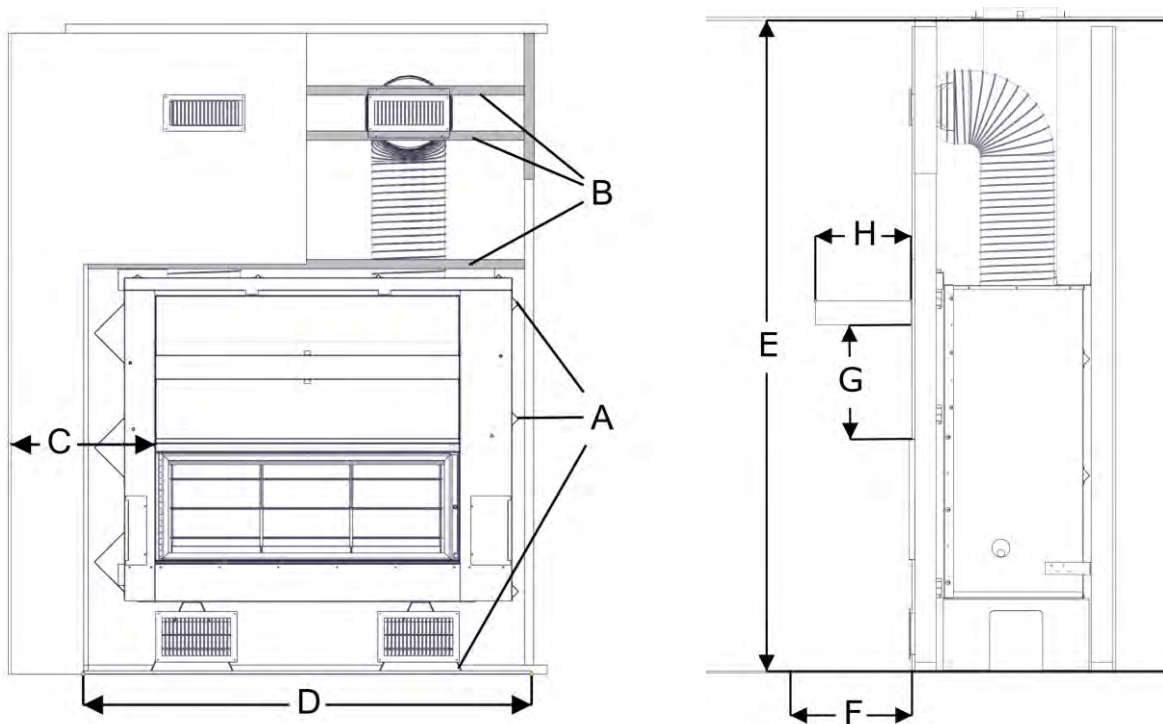
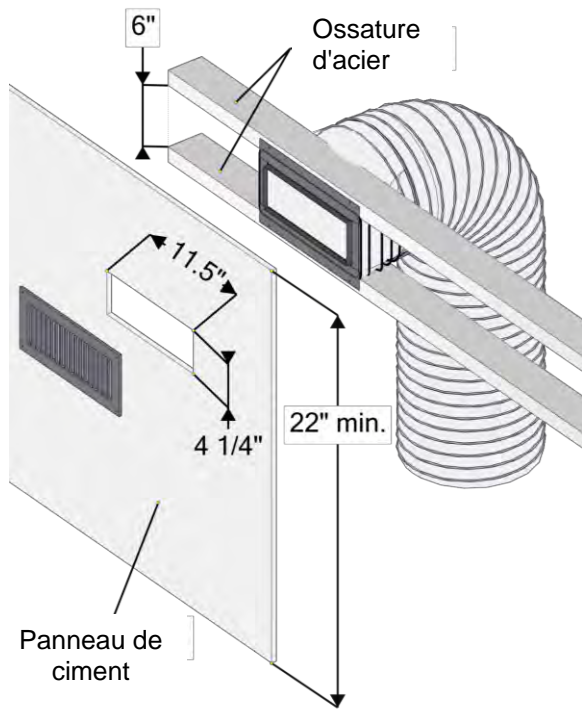
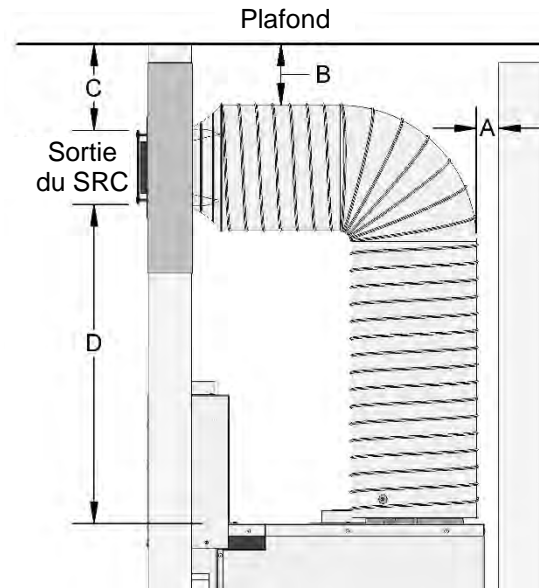

FIGURE 13 DÉGAGEMENTS DU FOYER (VOIR TABLEAU 2)
FIGURE 17 OSSATURE DES SORTIES DU SRC
FIGURE 18 DÉGAGEMENT DES SORTIES DU SRC (VOIR TABLEAU 3)
UNE OSSATURE EN MATÉRIAU COMBUSTIBLE N'EST PAS PERMISE DANS L'ESPACE AU-DESSUS DU FOYER. LA SEULE EXCEPTION EST POUR L'OSSATURE DE SUPPORT POUR LA SURFACE DU MUR AVANT ET UN MANTEAU DE CHEMINÉE MAIS IL Y A QUELQUES RESTRICTIONS, VOIR FIGURE 13, FIGURE 17, TABLEAU 2, TABLEAU 3.
L'ossature et la surface du mur autour des sorties d'air chaud du SRC doivent être en matériaux incombustibles (par exemple, montants en acier et panneaux de ciment). Voir Figure 17.
3. En utilisant des montants en acier, préparez l'ossature nécessaire à l'endroit approprié pour l'installation des sorties d'air chaud (voir Figure 17). Assurez-vous de respecter tous les dégagements nécessaires, voir Figure 18 et Tableau 3.